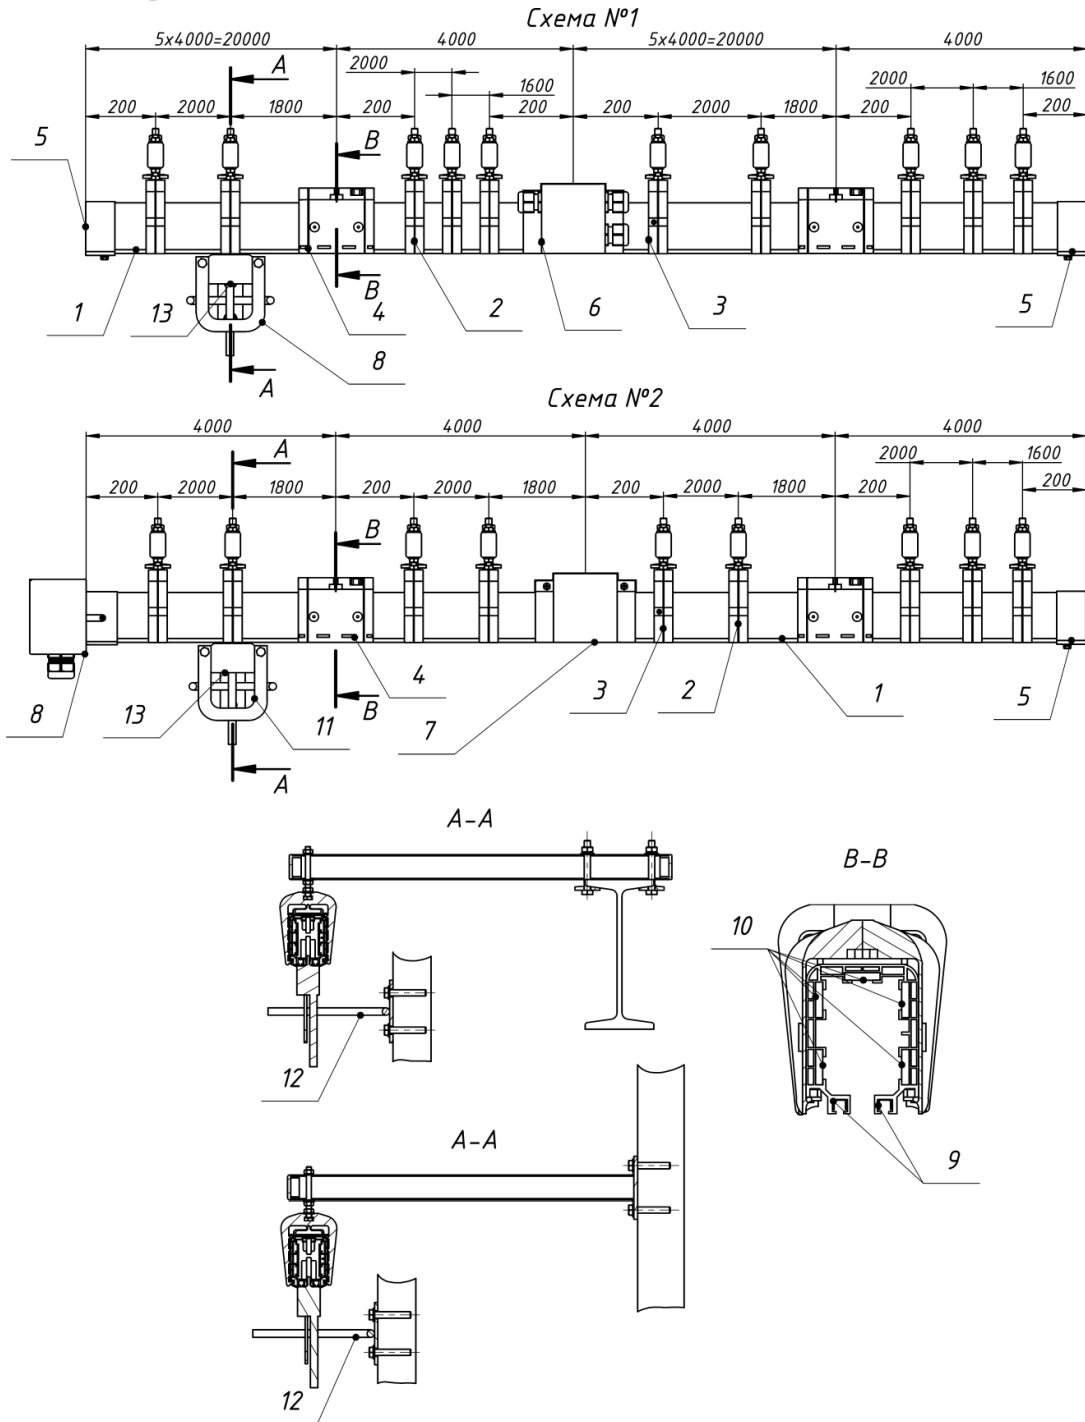

Рисунок 1.
Каждая секция изоляционного короба, длиной 4 метра должна поддерживаться двумя подвесными кронштейнами 04.08018.91.50 или 04.08018.91.80. То есть на каждые 2000 мм короба необходимо по одному кронштейну 04.08018.91.50 или 04.08018.91.80. (рис. 1). Изоляционные короба необходимо соединять между собой соединительной муфтой 04.08014.91 из расчета один стык - одна муфта. Для осуществления стыка медной шины нужно использовать соединительную муфту 04.08012.90.00 из расчета один стык - одна соединительная муфта.
- система (рис.1 схема №1)